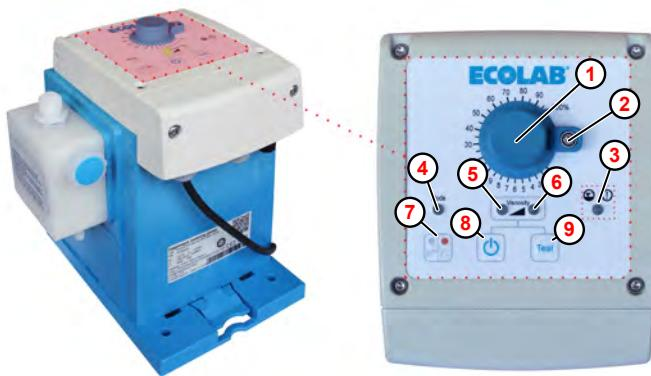

Fig. 15: Touche Marche / Arrêt « EcoUp »
① Bouton rotatif pour ajuster le dosage
⑥ LED état de fonctionnement/mode de dosage viscosité élevée
② Verrouillage de l'ajustement du dosage
⑦ Commutateur mode de fonctionnement manuel / par impulsions
③ LED - signal d'alarme, rouge clignotant
⑧ Interrupteur Marche/Arrêt
④ LED mode de fonctionnement
⑨ Touche Test
⑤ LED état de fonctionnement / mode de dosage viscosité faible
1. ➔ La touche Marche/Arrêt (Fig. 15 , ⑧) permet de mettre la pompe en circuit et hors circuit.
En fonction du mode de dosage sélectionné, la LED gauche (Fig. 15 , ⑤ , viscosité basse) ou la LED droite (Fig. 15 , ⑥ , viscosité élevée) est allumée en continu ou clignote.
- 1.** ➤ Lors de la première mise en marche, la pompe est réglée sur le mode de fonctionnement manuel et la LED mode de fonctionnement (Fig. 15, ④) est éteinte. La pompe démarre immédiatement après sa mise en marche et la LED état de fonctionnement / mode de dosage ⑤ ou ⑥ s'allume en vert.
- 2.** ➤ Appuyer sur le commutateur de mode de fonctionnement ⑦ pour basculer en mode de fonctionnement par impulsions ; dans ce cas, la LED mode de fonctionnement ④ s'allume en orange. La pompe est en veille et attend une impulsion ; la LED état de fonctionnement/mode de dosage ⑤ ou ⑥ s'allume en vert.
- 3.** ➤ Appuyer à nouveau sur le commutateur de mode de fonctionnement ⑦ pour revenir au mode de fonctionnement manuel.